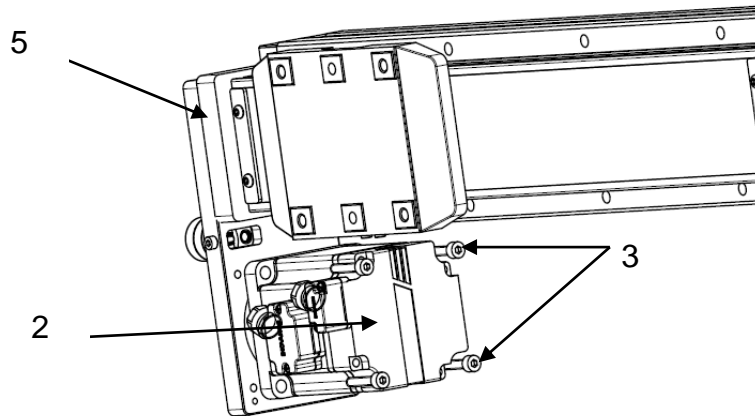

Рисунок 16 – Установка двигателя.
3) установить двигатель (поз. 2) на корпус (поз. 5) при помощи винтов (поз. 3) (см. рисунок 16);